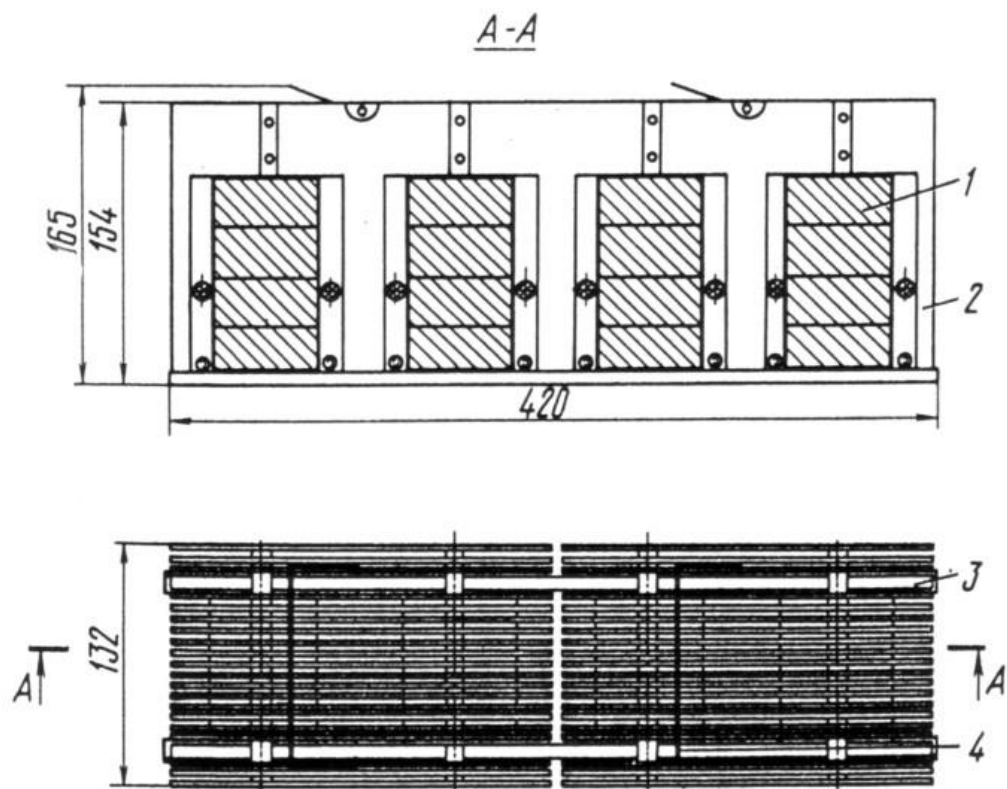

Рис. 2. Фильтр магнитный решетчатый ФМР-100:
4.2. Магнитный фильтр 1 (рис.2) рекомендуется устанавливать в резервуар-отстойнике 5 в отсеке приема 3 отработанного масла, которое возвращается из узлов трения.